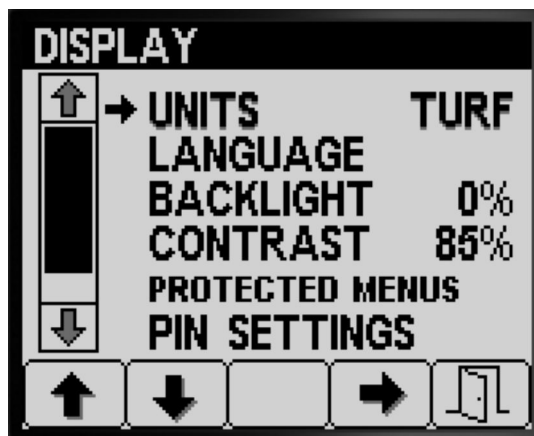

Рисунок 17
1. Нажмите кнопку 1 или 2, чтобы перейти к пункту UNITS (Единицы измерения) (Рисунок 17).
2. Нажимайте кнопку 4, чтобы переключаться между единицами измерения ENGLISH (БРИТАНСКИЕ), TURF (Единицы для газонов) и SI (Единицы СИ) (Рисунок 17).
3. Нажмите кнопку 5, чтобы сохранить эту настройку, выйти с экрана UNITS (Единицы измерения) и вернуться на экран Settings (Настройки) (Рисунок 17).